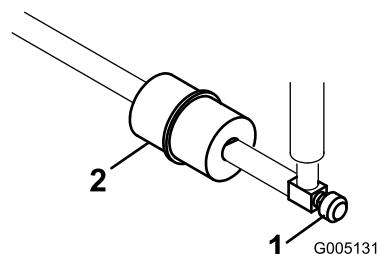

Bild 53
In die Kraftstoffleitung ist zwischen dem Kraftstofftank und dem Vergaser ein Filter eingebaut (Bild 53). Tauschen Sie diesen Filter alle 800 Betriebsstunden oder vorher aus, wenn der Kraftstofffluss beeinträchtigt wird. Stellen Sie sicher, dass der Pfeil am Filter vom Kraftstofftank weg ausgerichtet ist.
1. Schließen Sie den Kraftstoffhahn, lockern die Schlauchklemme an der Vergaserseite des Filters und ziehen die Kraftstoffleitung vom Filter ab (Bild 53).
2. Stellen Sie ein Auffanggefäß unter den Filter, lockern die verbliebene Schlauchklemme und entfernen den Filter (Bild 53).